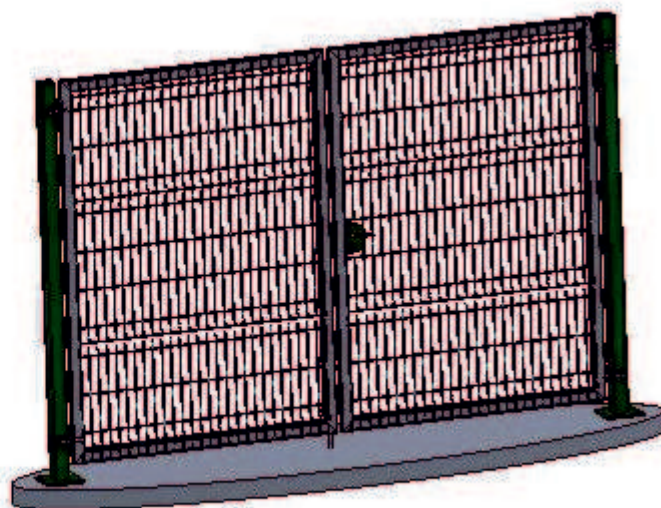

рис.15
- при открытии наружу (рис.15).